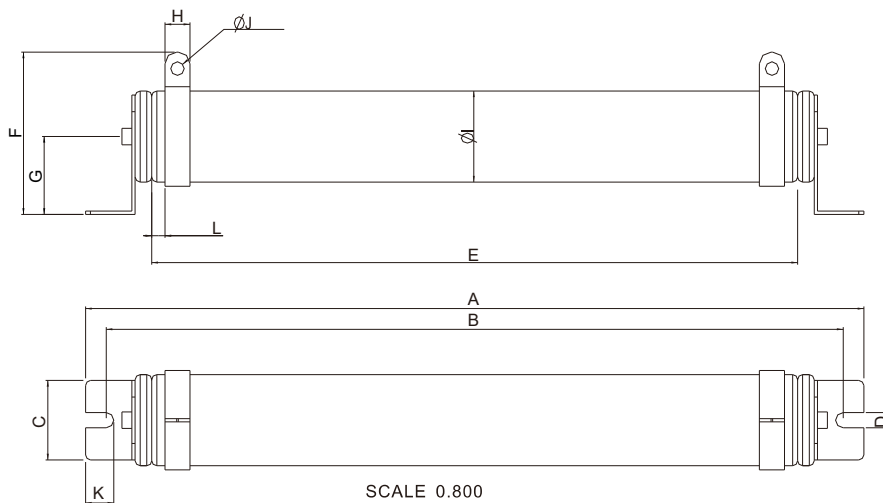

图 7-1
1.1 绕线电阻：1000W（含）以上使用。详细规格请参考以下绕线电阻外观图（图 7-1）及其型号与规格对照表（表 7-2）。